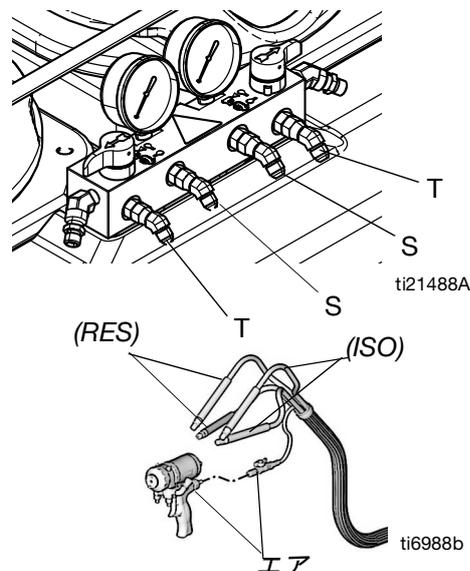

図 5 再循環ホースを接続します
1. アウトレットホース接続部に液供給ホースを接続します(図 5 を参照)。赤いホースが ISO 用、青いホースが RES 用です。フィッティングは、接続の不具合防止のためサイズ調整されています。ホースの他方の端を、ガンの ISO および RES インレット部に接続します。
2. ガンの再循環ポートから接続部 (T) へ再循環ホースを接続します。